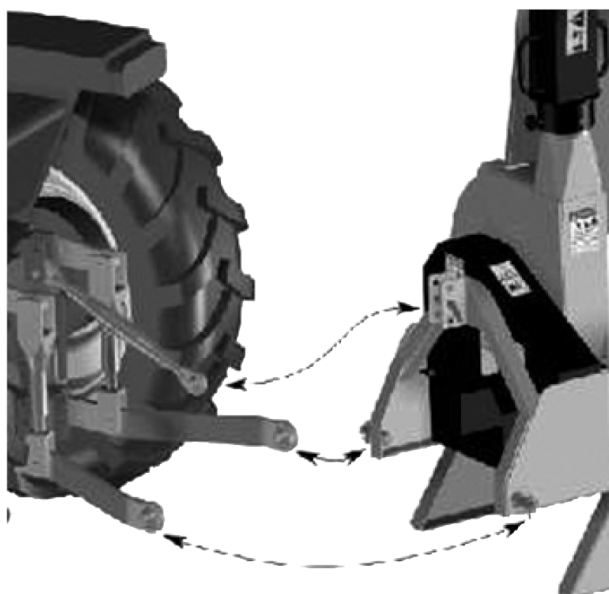

Figura 6.2: Imagem ilustrativa dos 3 pontos do trator
O parafuso deve ser montado de dentro para fora conforme detalhe da Figura 6.2 na página 77.
É necessário conectar os três pontos de engate do sistema hidráulico, conforme Figura 6.2 na página 25, seguido da colocação do respectivo eixo cardã (5).